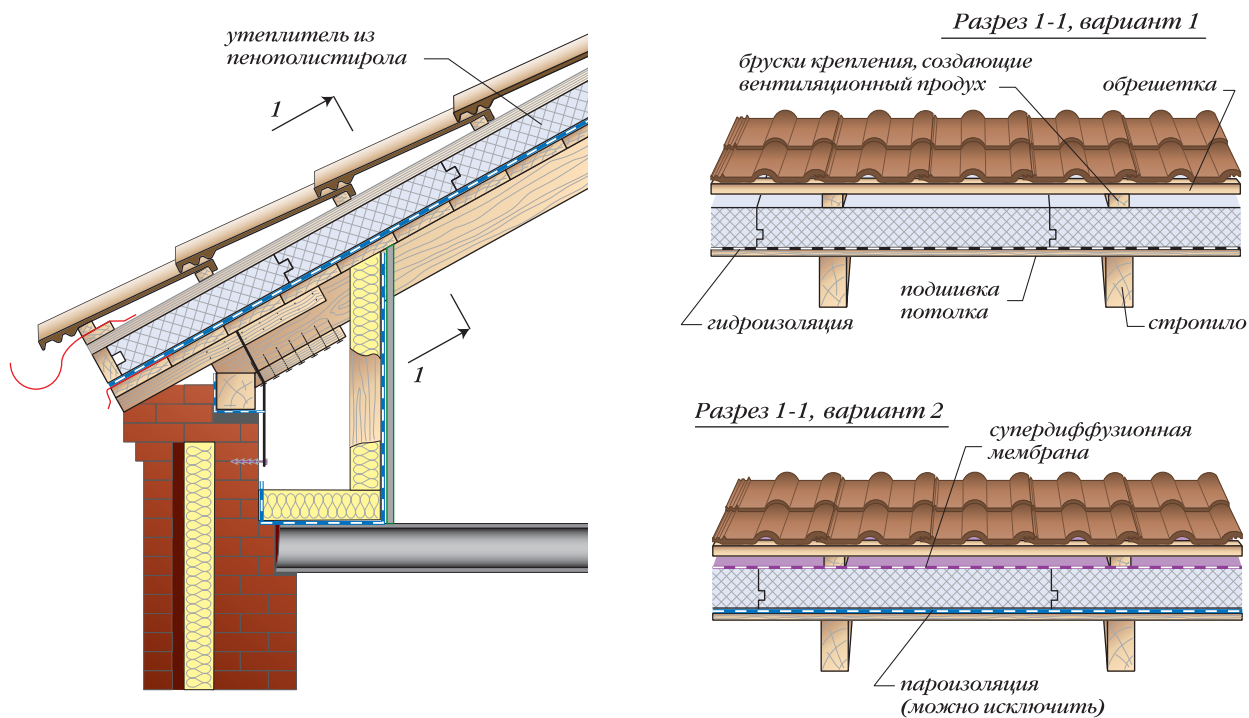

Рис. 10. Теплоизоляция пенополистирольными плитами поверх открытых стропил
#### **1. Изоляция поверх стропил (рис. 10). Открытые стропила.**
*Разрез 1-1 (рис. 10)*